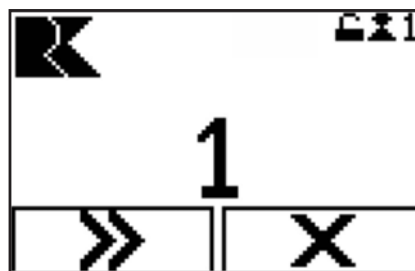

Abbildung 120 - Memorypositionen auswählen
2. Anzufahrende Memoryposition (hier: „1“, Abbildung 120) auswählen.